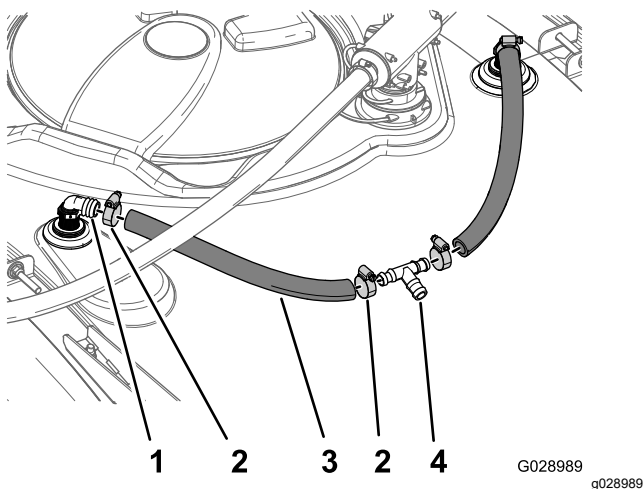

Figura 45
1. Monte um tubo 1,9 x 48,3 cm em cada uma das uniões roscadas de 90° nos 2 bicos de lavagem (Figura 45).
2. Prenda os tubos às uniões roscadas de 90° com braçadeiras de tubos (Figura 45).
3. Insira a união roscada em T na extremidade livre de cada tubo (Figura 45).
4. Alinhe a união roscada em T de modo a que o lado da rosca inferior fique encostado ao depósito do pulverizador e prenda os tubos à união em T com 2 braçadeiras de tubos (Figura 45).